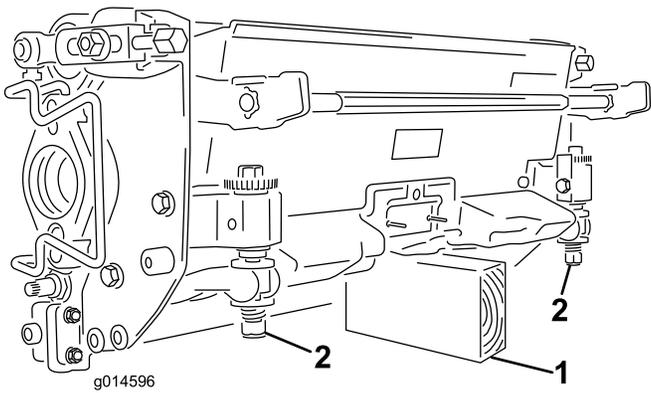

Figure 41
**Important:** Chaque fois que vous devez basculer l'unité de coupe, soutenez l'arrière pour empêcher les écrous situés sur les vis de réglage de la barre d'appui de reposer sur la surface de travail (**Figure 41**).